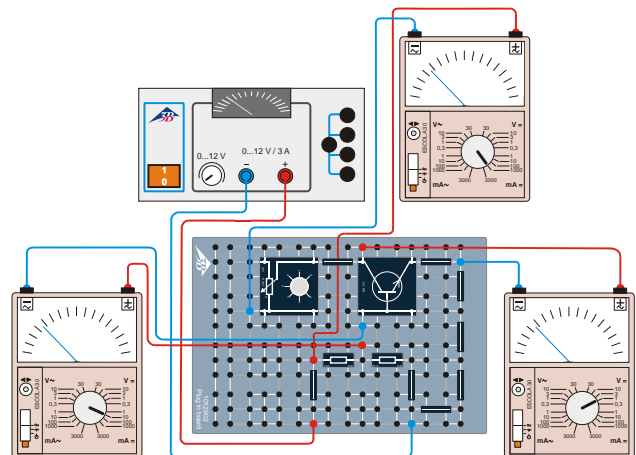

Fig. 5: Esquema de ligação para registro da curva característica de saída.
- Montar a ligação conforme a Fig 5. Substituir o potenciômetro 1 k $\Omega$  pelo resistor 47 k $\Omega$ . Inserir, adicionalmente, potenciômetro 220  $\Omega$  antes do coletor. Os três multímetros analógicos conectados destinam-se ao controle da força da corrente básica  $I_B$  e à medição da tensão coletor-emissor básica  $U_{CE}$  e da força da corrente do coletor  $I_C$ .